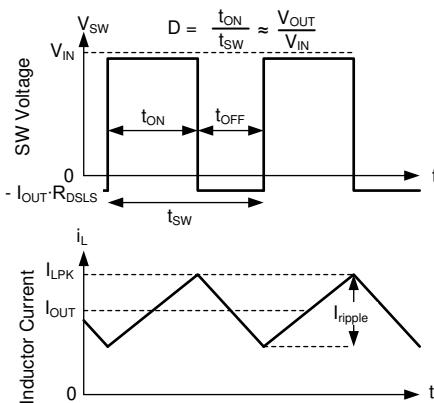

图 7-18. 连续导通模式 (CCM) 下的 SW 电压和电感器电流波形
有关 LMQ644xx 的以下运行说明 , 请参阅 功能方框图 和 图 7-18 中的波形。两者都以变化的占空比 (D) 打开内部高侧 (HS) 和低侧 (LS) NMOS 开关 , 从而提供稳定的输出电压。在 HS 开关导通期间 , SW 端子电压 V_{SW} 摆动至大约 V_{IN} , 电感器电流 i_L 以线性斜率增加。HS 开关由控制逻辑关闭。在 HS 开关关闭时间 t_{OFF} , LS 开关打开。电感器电流通过 LS 开关放电 , 这会强制 V_{SW} 通过 LS 开关两端的压降摆动到地电位以下。稳压器环路调节占空比以保持恒定的输出电压。D 由 HS 开关在开关周期内的导通时间定义 : $D = T_{ON}/(T_{ON} + T_{OFF})$ 。